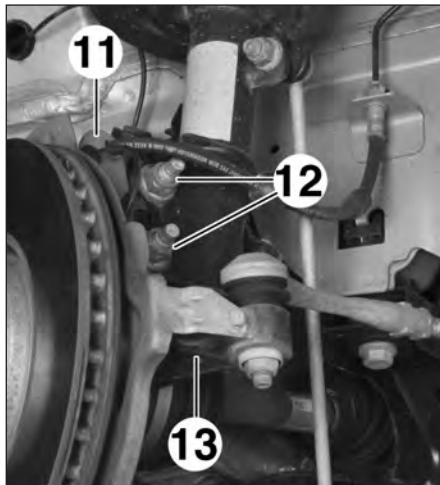

FIG.17
- le support (11) de la canalisation de frein et du faisceau de capteur de vitesses de roue (Fig.17),
- les boulons inférieurs (12) de la barre stabilisatrice sur le pivot,
- le pivot (13).